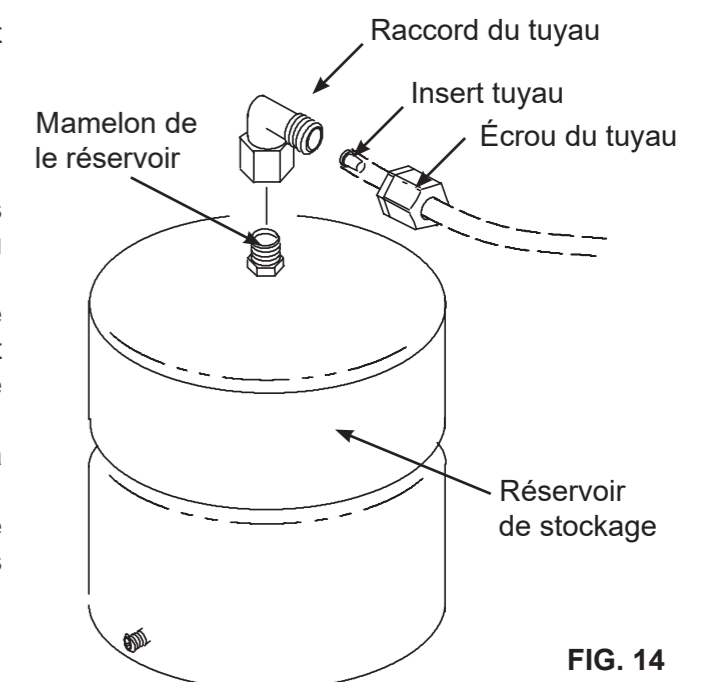

FIG. 14
1. Appliquez une bande d'étanchéité (2 couches dans le sens des aiguilles d'une montre) sur le filetage du mamelon sur le haut du réservoir. Cf Fig. 14.
2. Identifiez le raccord du tuyau. Cf Fig. 14. Vissez le raccord sur le mamelon de le réservoir en réalisant 7-8 tours, soyez prudents à ne pas endommager le filetage ou à ne pas trop serrer.